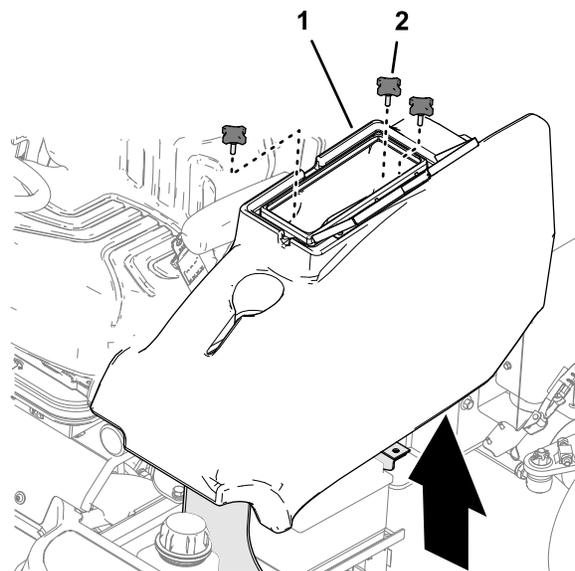

Figure 47
2. Retirez les 3 boutons qui fixent le compartiment de rangement sur la machine et déposez le compartiment (Figure 47).
1. Sur le côté gauche de la plate-forme de l'utilisateur, ouvrez la porte du compartiment de rangement (Figure 47).